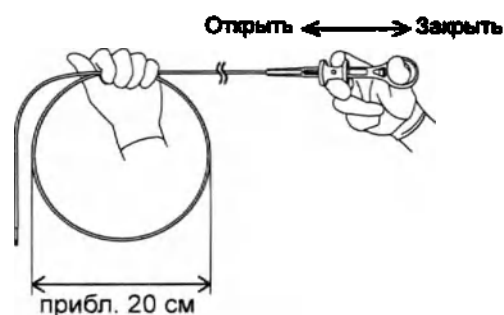

Рис. 2
- 1 Удерживая инструмент, как показано на Рис. 2, сформируйте петлю из вводимой части диаметром приблизительно 20 см.